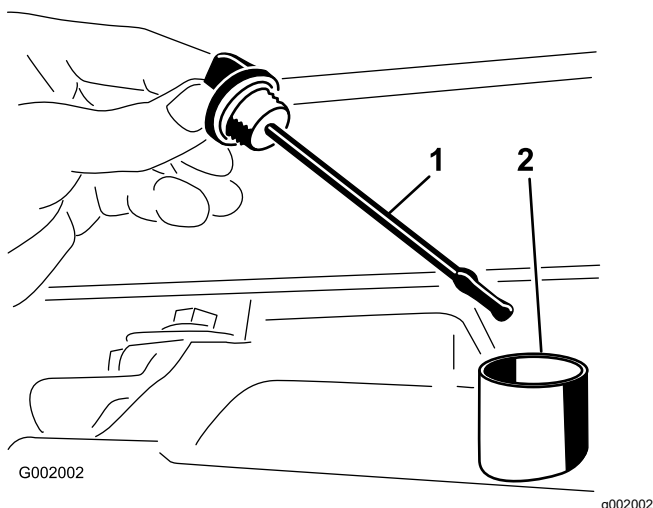

Bild 54
2. Nehmen Sie den Peilstab des Getriebes heraus und wischen Sie ihn mit einem sauberen Lappen ab (Bild 54).